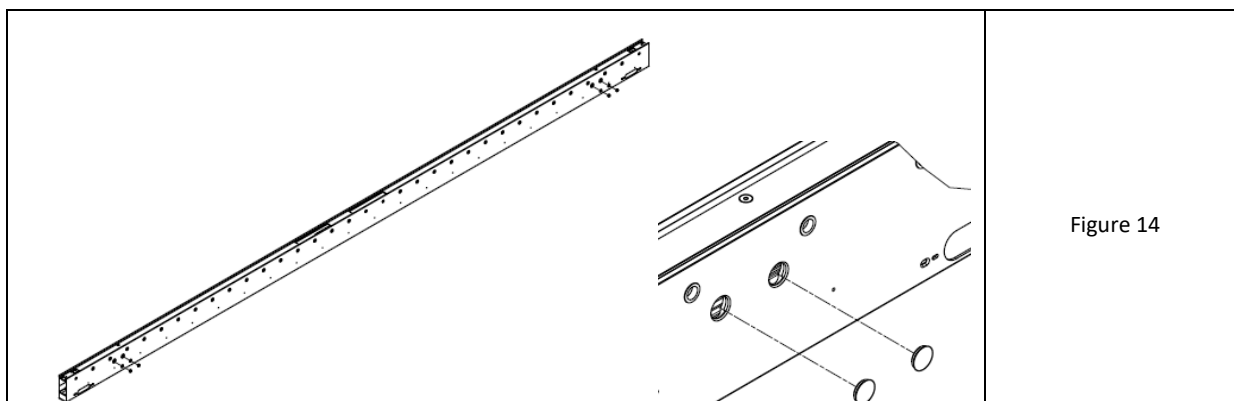

Figure 14
14. Placer la poutre murale sur les ancrages (ou fixer les ancrages à travers la poutre) et fixer les poutres avec la rondelle de l'écrou d'ancrage (taille M12). Serrer le couple selon les instructions du fabricant de l'ancrage (Fig. 14).
15. Boucher les trous des ancrages dans la poutre avec des bouchons en aluminium sur le mastic d'étanchéité (Fig. 14-droite).